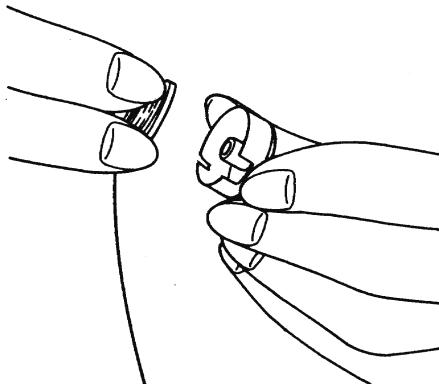
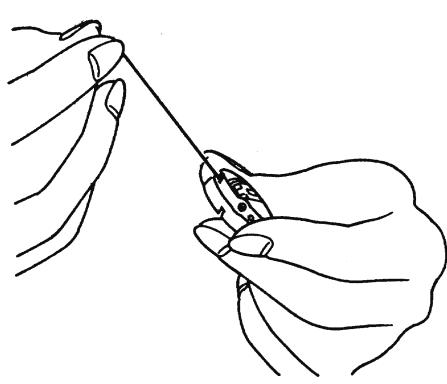
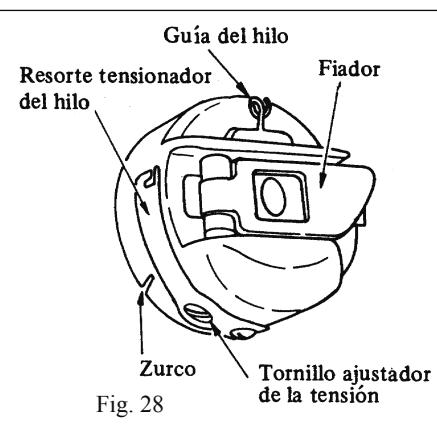
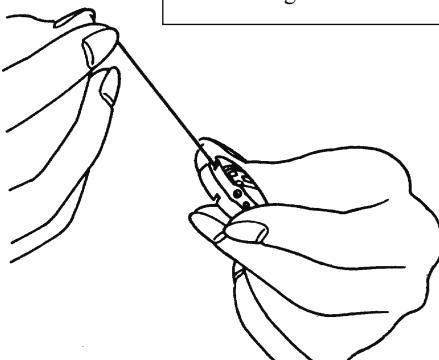

Fig. 25 ① Inserción del carrete en el portabobinas
Fig. 26 ② ③ Paso del hilo a través del resorte tensionador
Fig. 28
Fig. 27 Enhebrado del hilo
- ① Sostenga el carrete ya bobinado entre el dedo pulgar y el índice de su mano derecha con la punta del hilo colgando, insértelo en el portabobinas, el cual sostiene con su mano izquierda. (Fig. 25). Luego, pase el hilo que está colgando, por el zurco del portabobinas ② Fig. 26, y tirando el hilo hágalo pasar por debajo del resorte tensionador del portabobinas ③ Fig. 27. Finalmente, haga pasar el hilo por la guía del hilo ④ , Fig. 28.
La tensión del hilo de la aguja y la del hilo de la bobina se pueden ajustar independientemente en esta máquina. La tensión del hilo de la aguja se puede ajustar mediante la tuerca del cabezal de tensión del hilo (Fig. 41), la tensión del hilo de la bobina se puede ajustar mediante el tornillo tensionador existente en el portabobinas (Fig. 28). En una máquina normal, primero se ajusta la tensión del hilo de la bobina (hilo inferior) y luego se ajusta la tensión del hilo superior (hilo de la aguja), mediante la tuerca del cabezal de tensión, obteniéndose de esta manera la tensión ideal. En la máquina bordadora, el orden de ajuste es el mismo pero las tensiones relativas de los hilos deben ser tales que el hilo superior sobresalga por el revés de la tela, lo que es diferente a las máquinas de coser convencionales.